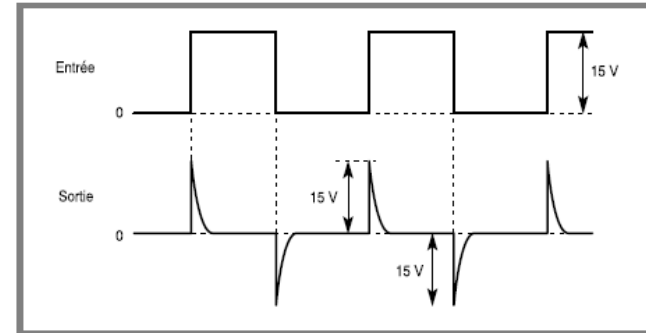

Figure 2.25 - Impulsions en sortie du dérivateur.
- Lors d'un front montant appliqué à l'entrée, le condensateur transmet la discontinuité à la sortie car il ne peut pas se charger instantanément. Ensuite, la résistance étant soumise à une différence de potentiel, il circule un courant qui charge le condensateur. Si la constante de temps RC est faible, la phase de charge est brève et on peut considérer que le signal apparu en sortie est une impulsion. Le fonctionnement est similaire aux fronts descendants (figure 2.25)